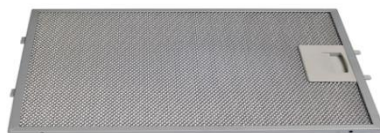

Рис. 1
1. Снимите алюминиевый жироулавливающий фильтр (рис. 1).
6. Установите алюминиевый жироулавливающий фильтр (рис. 1).
Для отсоединения алюминиевого фильтра (рис. 1) следует нажать на пружинный замок на фильтре и вынуть его. Установка фильтра производится в обратном порядке. Следует нажать на пружинный замок на фильтре и установить его на место, после чего замок отпустить.